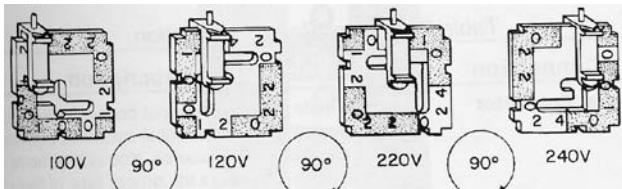

Abbildung 3-11 Spannungsumschalter
4. Position der Spannungsauswahlkarte: Achten Sie darauf, das der weiße Anzeige-Pin nach oben zeigt wie in Abb. 3-11 dargestellt.